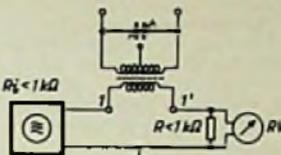

Bild 8. Abgleichschaltung. Einstellung der Parallelresonanzen des Übertragers sowie der Quarze auf Anzeigeminimum am Röhrenvoltmeter RV
Die Abgleichschaltung zeigt Bild 8. Die einzelnen Abgleichvorgänge sind:
a) Übertragerabgleich: Bild 8. Die Parallelresonanz des Übertragers wird bei abgetrennten Quarzen durch einen Trimmer auf $f = 470 \text{ kHz}$ eingestellt. Bei Parallelresonanz zeigt sich am Röhrenvoltmeter ein Spannungsminimum.
b) Abgleich der beiden Quarzparallelresonanzen: Die Quarze werden wieder angeschaltet und das ausgangsseitig leerlaufende Filter nach Bild 8 angeschlossen. Die Senderspannung darf dabei 2 V nicht überschreiten, sonst können die Quarze zerstört werden.